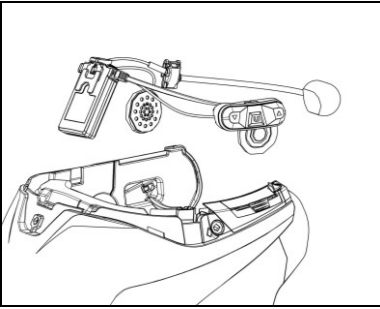

Fig. 7
- Insérez le système dans le logement prévu à cet effet à l'arrière du casque et poussez-le jusqu'au fond de la rainure (Fig. 7).